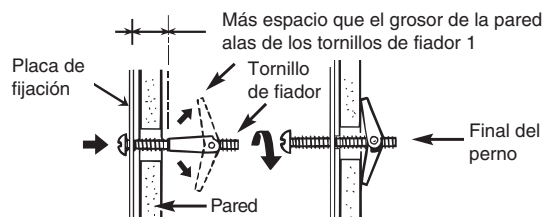

Ilustración 31
4. Fijar la placa a la pared. Para utilizar tornillos de arandelas de resorte: Retirar alas de los tornillos de fiador. Insertar los tornillos en la placa de sujeción y vuelva a colocar el tornillos de arandela de resorte de 3/4 pasado el final del perno. Inserte el tornillo de arandela de resorte en los agujeros de la pared fijar la placa. Puede tirar hacia adelante en el placa para ayudar a apretar los tornillos de fiador. Apretar todos los tornillos. Consultar Ilustración 31.